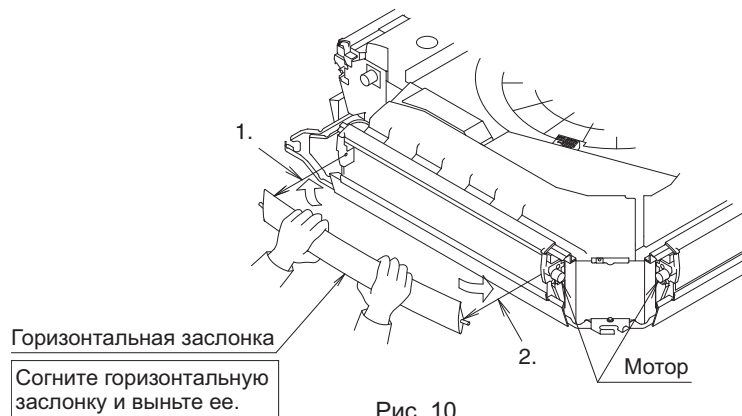
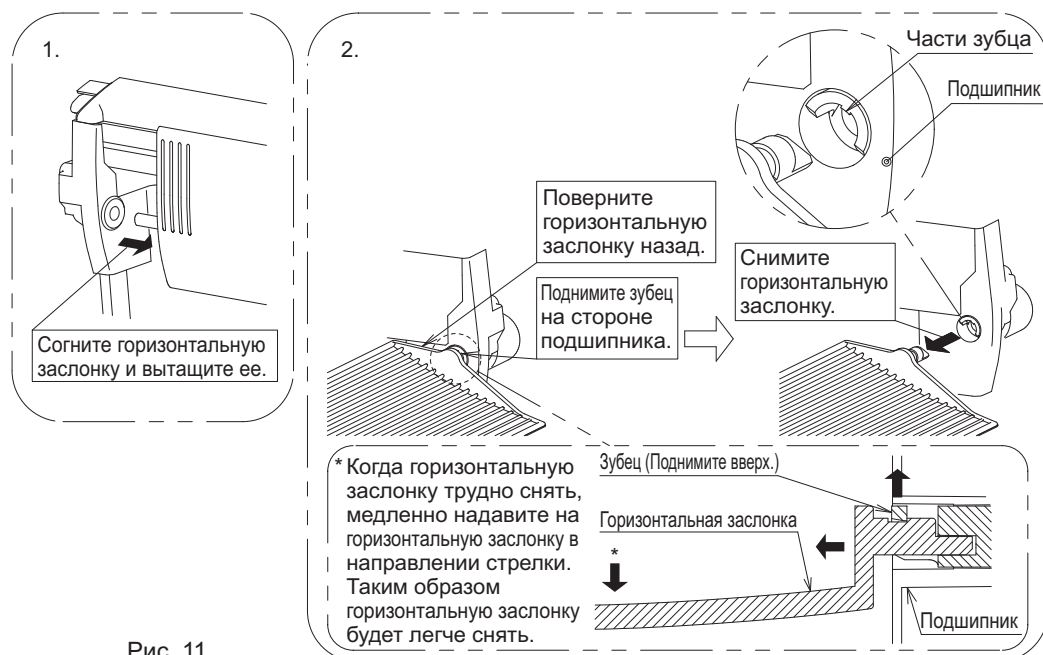

Рис. 10
Рис. 11
(1) Снимите горизонтальную заслонку воздуховыпускного отверстия для блокировки. (См. рис. 10 и рис. 11)